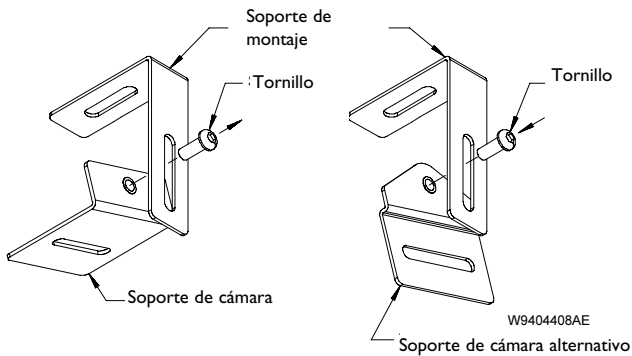

Figura 5: Montaje de cámara alternativo
1. Si la instalación necesita que la cámara esté montada horizontalmente en la pared, extraiga el soporte de la cámara del sistema de montaje e instale el soporte de cámara alternativo suministrado en el juego de hardware. Véase la figura 5.